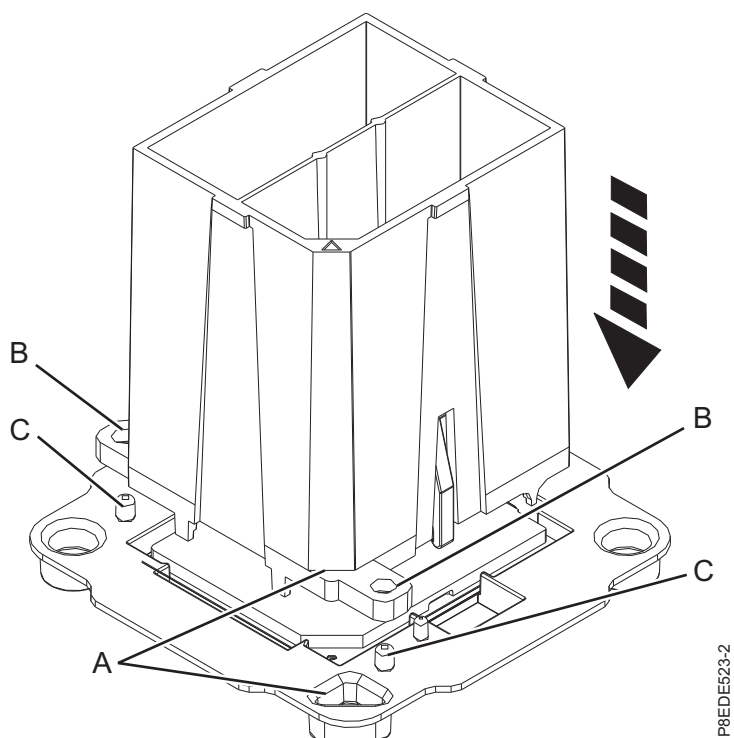
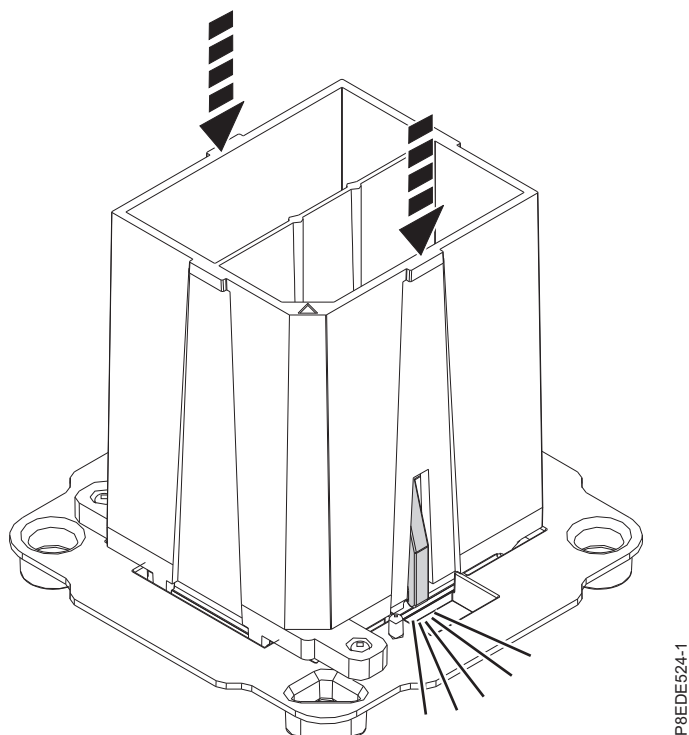

Figura 33. Preparando a instalação do módulo de processador do sistema
Figura 34. Bloqueando o módulo de processador do sistema na ferramenta
- a. Remova o módulo de processador de substituição da bandeja de remessa. Usando a ferramenta de remoção fornecida, alinhe a aresta biselada (A) da ferramenta sobre a aresta biselada do módulo, conforme mostrado na Figura 33 na página 34.
- b. Abaixe a ferramenta sobre o módulo de processador do sistema, assegurando-se de que os dois pinos guia (C) sejam inseridos nos orifícios de alinhamento (B) em cada lado da ferramenta, conforme mostrado em Figura 33 na página 34. Em seguida, empurre para baixo na ferramenta para bloquear o módulo de processador do sistema na ferramenta, conforme mostrado na Figura 34 na página 34. Não pressione as guias de liberação azuis até que seja instruído a fazer isso mais tarde.